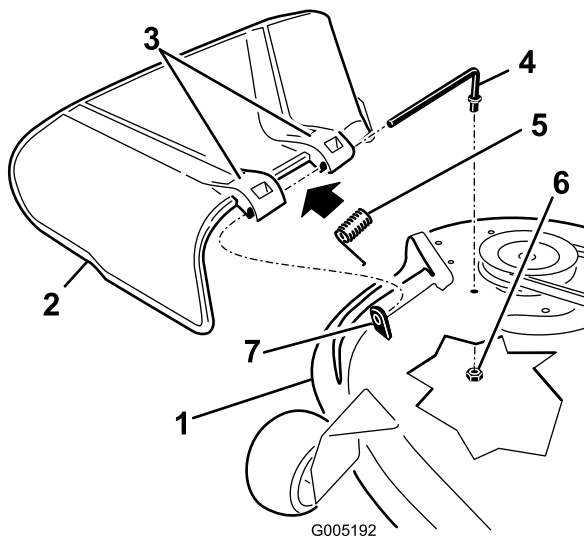

Figure 59
- Localisez les éléments montrés à la Figure 59.
- Retirez l'écrou (3/8 po) de la tige, sous le tablier de coupe (Figure 59).
d'herbe (Figure 59). Déposez le déflecteur d'herbe s'il est endommagé ou usé.
4. Remettez en place le déflecteur d'herbe (Figure 59).
6. Placez le ressort sur la tige, les fils d'extrémité dirigés vers le bas, entre les supports du déflecteur d'herbe. Insérez la tige dans le deuxième support du déflecteur d'herbe (Figure 59).
7. Insérez la tige à l'avant du déflecteur dans la courte cheville de positionnement sur le tablier. Fixez l'extrémité arrière de la tige dans le tablier de coupe à l'aide d'un écrou ($\frac{3}{8}$ po) (Figure 59).